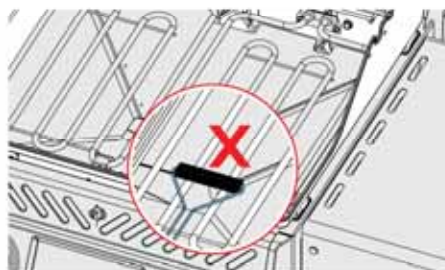

Fig. 5
**IMPORTANT !** Ne utilisez aucun type de brosse pour nettoyer les brûleurs électriques. Les poils pourraient endommager les brûleurs électriques. Référez-vous au mode **Nettoyage** pour brûler les résidus sur les brûleurs électriques. (Fig. 5)